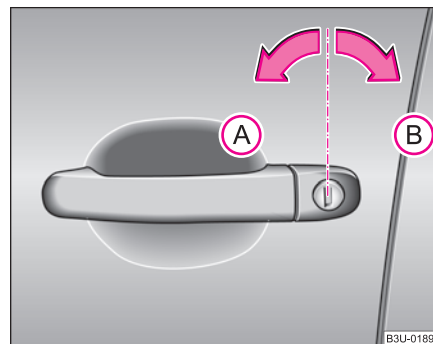

Fig. 23 Pozițiile cheii pentru încuiere și descuiere
- Rotiți cheia în încuietoria ușii conducătorului auto în poziție de descuiere (A) ⇒ fig. 23 spre stânga.
- Rotiți cheia în încuietorea ușii conducătorului auto în poziție de încuiere **(B)** spre dreapta ⇒ pagina 43, fig. 23.